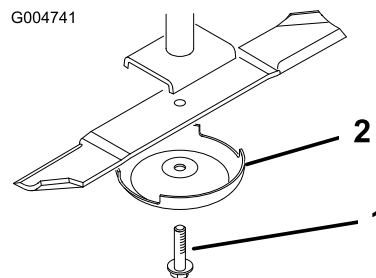

Figura 14
9. Montate le lame, le coppe antistrappo e i bulloni della lama (Figura 14).